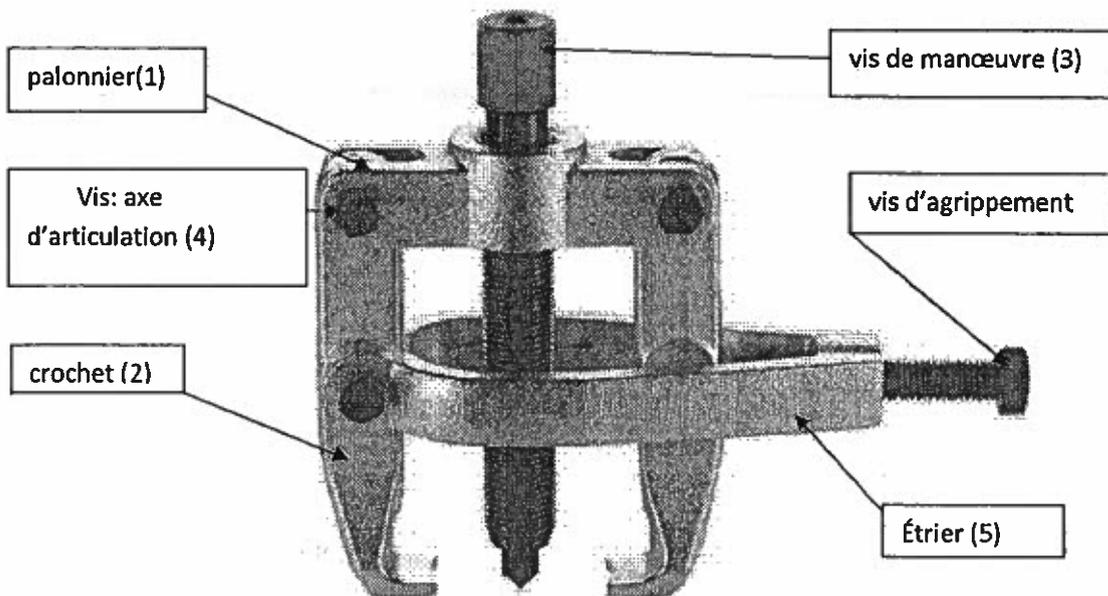

Figure 1 : Extracteur ou arrache de roulements
Un extracteur de roulements à deux crochets et étrier de serrage latéral (voir figure 1), est un outil indispensable aux maintenanciers, afin d'extraire d'une manière professionnelle tous types de moyeux (roulements, poulies, etc) montés forcés sur un arbre. L'extracteur est formé de neuf pièces. Un palonnier (1), de deux crochets (2) articulés autour de deux vis (4) avec le palonnier. Une vis de manoeuvre (3) en liaison hélicoïdale avec le palonnier. Un étrier (5) articulé autour d'une vis (4) avec le crochet gauche, et d'une vis d'agrippement (6).